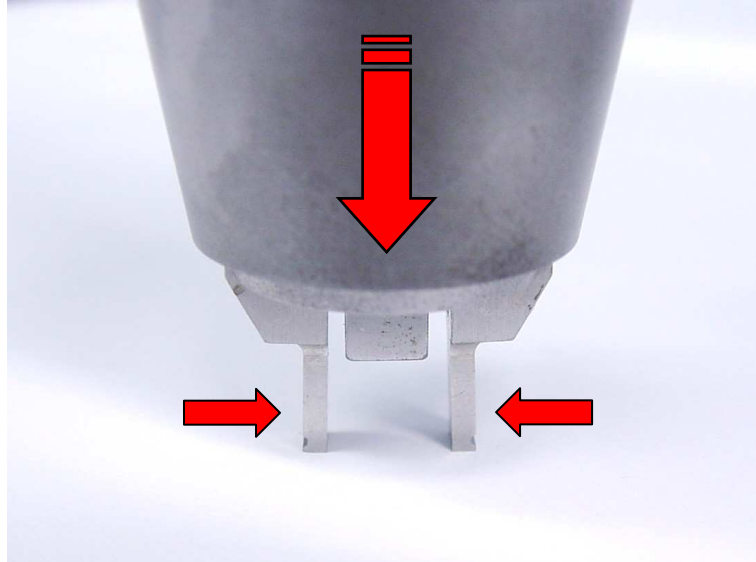

Abbildung 3
2. Um die Klammer aufnehmen zu können, müssen die Greiffinger geschlossen sein. Sollten sie offen sein, können sie durch Niederdrücken der Finger geschlossen werden (siehe Abbildung 3).